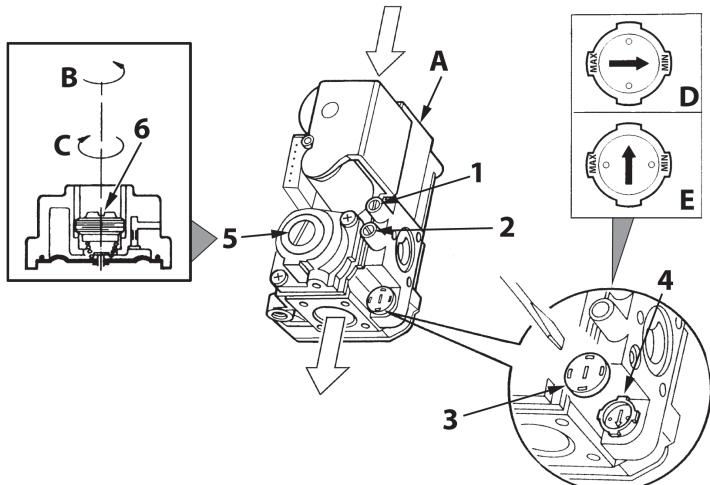

рис. 19 - Регулирование давления
На котле PEGASUS D K 130 можно регулировать тепловую производительность топки и, следовательно, тепловую мощность, передаваемую воде системы отопления; это делается исключительно путем регулировки основной горелки с помощью газового вентиля (см. рис. 19). На графиках, приведенных в параграфе сар. 5.2., показано изменение передаваемой воде тепловой мощности в зависимости от изменения рабочего давления горелки. Возможность приведения мощности котла в соответствие с реальными потребностями отопления означает, прежде всего, снижение потерь и экономию топлива. Кроме того, при регулировке мощности, регламинтированной также стандартом, котлы сохраняют значения КПД и характеристики горения почти без изменений.
- С помощью небольшой отвертки снимите защитный колпак 5 вторичного привода газового вентиля рис. 19.
- Подключите манометр к клемме давления 2 (рис. 19), расположенного после газового вентиля, затем переведите ручку терmostата котла на максимум.
- Регулируйте давление с помощью винта 6 (рис. 19) на желаемое значение, руководствуясь диаграммами, приведенными в параграфе сар. 5.2.
- Снимите с газового вентиля маленький защитный колпачок 3 (рис. 19). С помощью маленькой отвертки регулируйте "СТУПЕНЬ" розжига на основании выбранного для работы газа (**G20-G25** положение D рис. 19, или **G30-G31** положение E рис. 19); затем установите на место колпачок.
- Спустите воздух из газопроводных труб через штуцер отбора давления 1 газового вентиля (рис. 19).